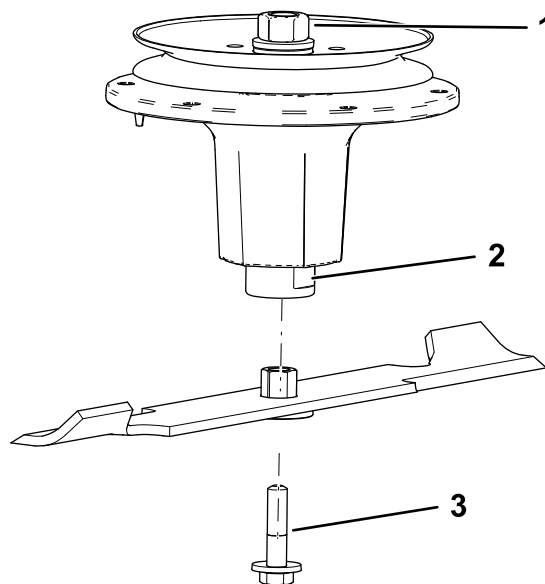

Figura 81
- Instale el conjunto de casquillo/cuchilla en el eje (Figura 81).